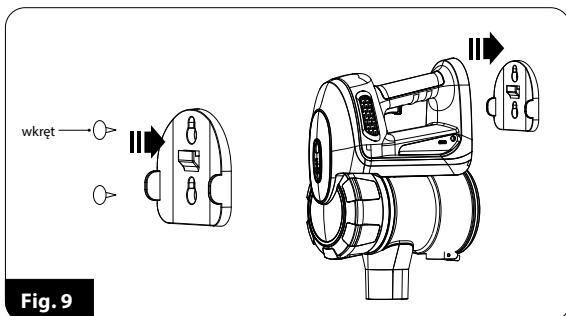

Fig. 9
4. Draai de schroeven (fig. 9) maar niet helemaal vast, zodat u de montagebeugel wand gemakkelijk kunt bevestigen.